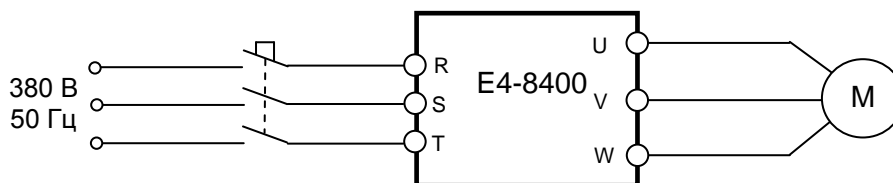

Рис.8.1.
- 8.2.1. Подключить к клеммам R, S, T преобразователя частоты сетм электропитания 380 В, 50 Гц., а к клеммам U, V, W электродвигатель (рисунок 8.1).